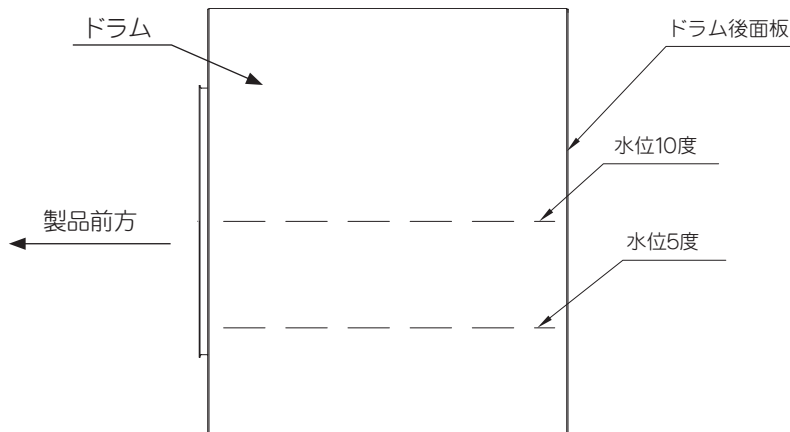

図 2 水位
- 水位度数はドラム（洗濯槽）に給水したとき、ドラム後面板の中心を 10 度として 10 段階で表現しています。（図 2 参照）